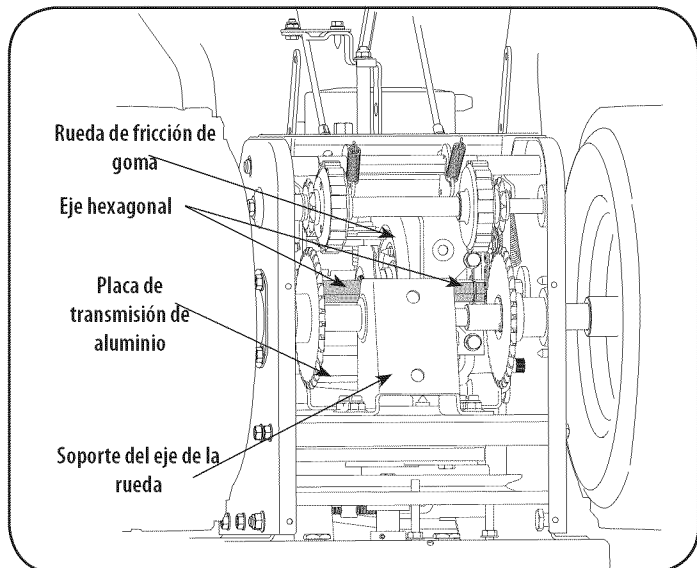

Figura 24
Al menos una vez por temporada o después de cada 25 horas de funcionamiento, lubricar todas las cadenas, piñones, engranajes, rodamientos, ejes, y el mecanismo de desplazamiento. Utilice aceite de motor o un aerosol lubricante. Refiérase a la figura. 24.
2. Retire el marco de la cubierta inferior de la nieve lanzador mediante la eliminación de los tornillos autorroscantes que asegurarlo. Consulte la Figura 24.